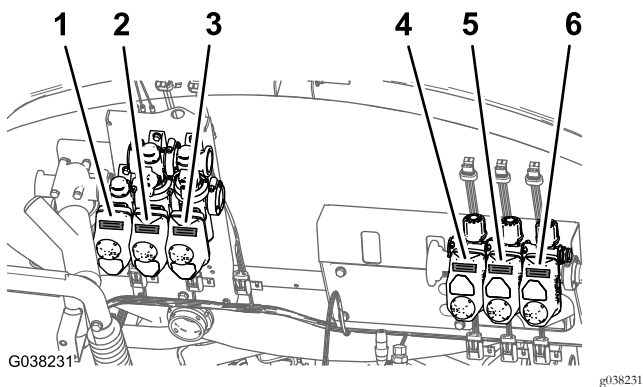

Рисунок 51
- С помощью клейкой ленты отметьте положения привода (приводов) клапана (клапанов), как показано на Рисунок 51.
1. Совместите привод клапана, отмеченный при выполнении пункта 1 в разделе Демонтаж приводов клапанов \(страница 26\), с местом расположения коллекторного клапана, показанным на Рисунок 51.